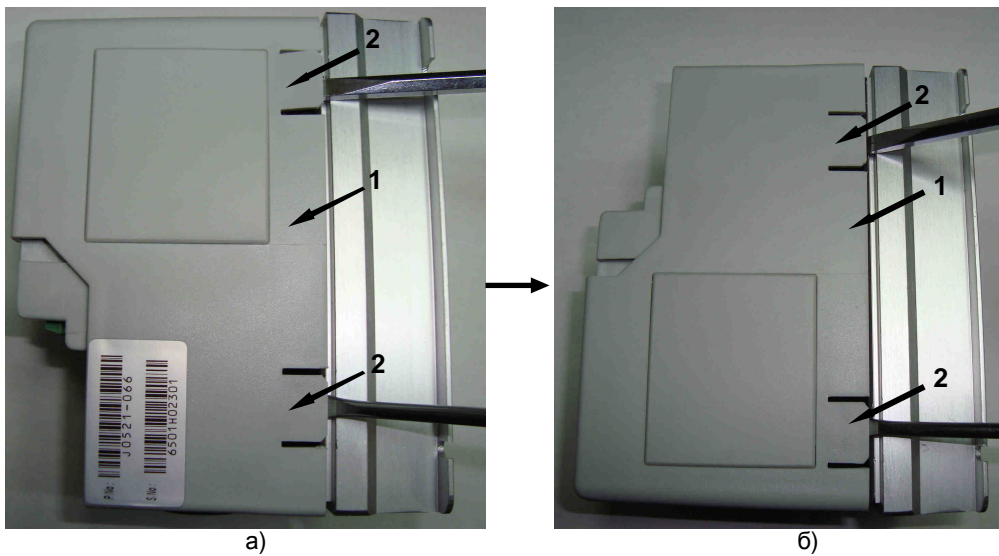

Рис. 6.4
6.2.2. Отжать фиксаторы 2 в отверстиях, расположенных с двух сторон верхней части корпуса 1 с правой стороны (рис. 6.4а).
6.2.3. Отжать фиксаторы 2 в отверстиях, расположенных с двух сторон верхней части корпуса 1 с левой стороны (рис. 6.4б).